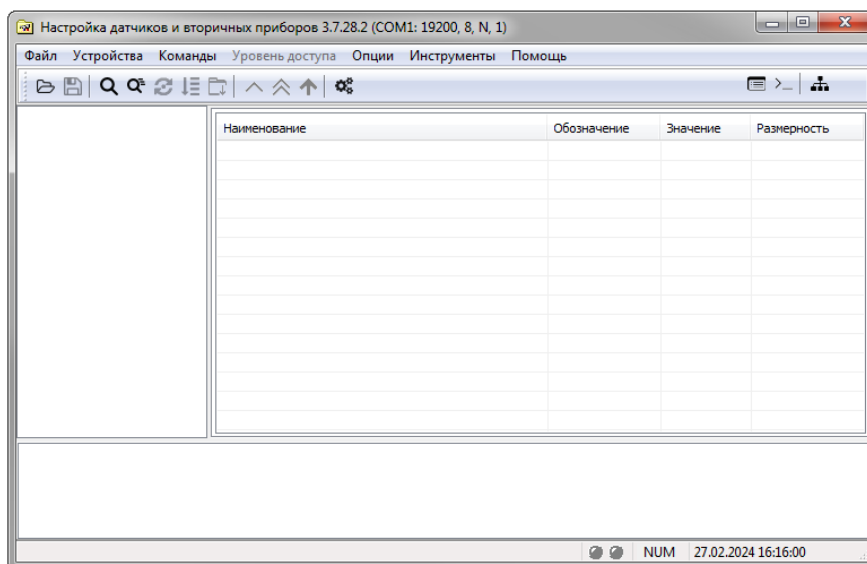

Рисунок 13
21. Для проверки работоспособности необходимо запустить программу «Настройка датчиков и вторичных приборов» (рисунок 13).